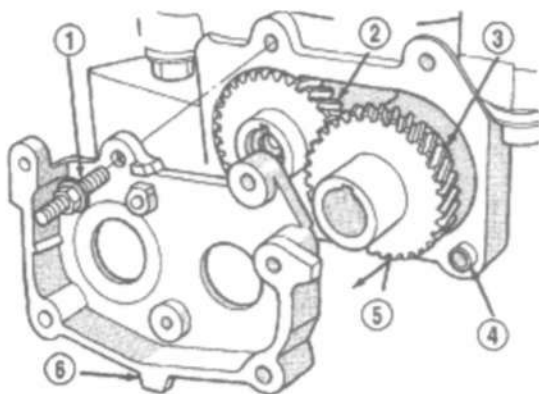

Рис. 115 Крышка шестерен и шестерни
- (6) Снять крышку шестерен картера и баланси́ровочные валы (Рис.115).
- (7) Снять четыре болта крепления картера к картеру двигателя для отделения картера от основания двигателя.